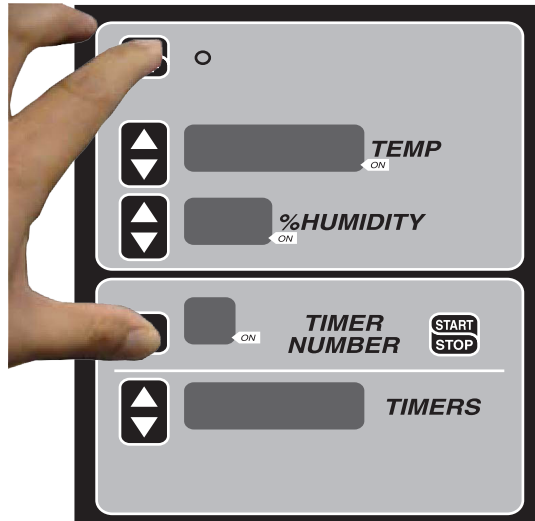

Fig. 12
- Press ON/OFF button. (Fig. 12).